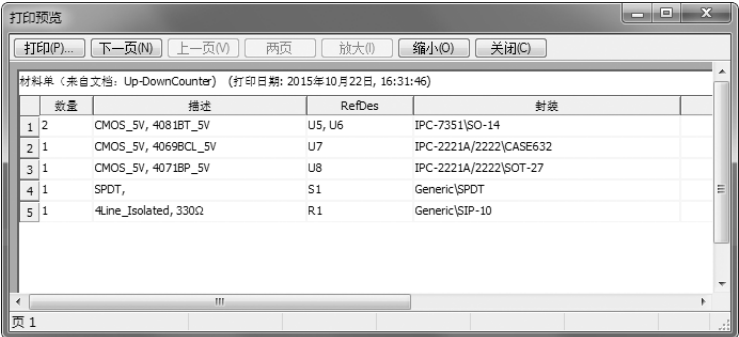

图 8-7 打印预览
- 单击“打印预览”按钮，显示该材料清单的预览设置，如图 8-7 所示。